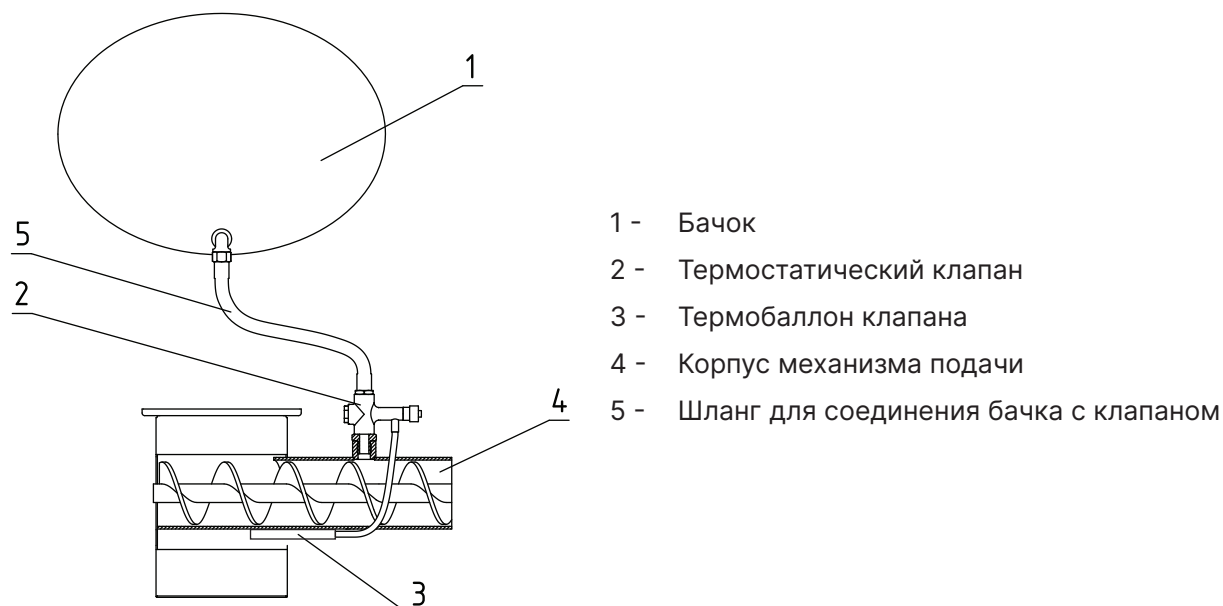

Рис.4 Система охлаждения топливопровода
- Для обеспечения полной пожарной безопасности необходимо устанавливать систему охлаждения топливопровода (доступно в качестве опции, **см. Рис.4**). Система охлаждения топливопровода, наполненная водой, является основным элементом защиты котла от протекания топлива в бункер;
Внимание! Термобаллон клапана (**Рис.4, поз.3**) должен быть зафиксирован в гильзе двумя винтами.